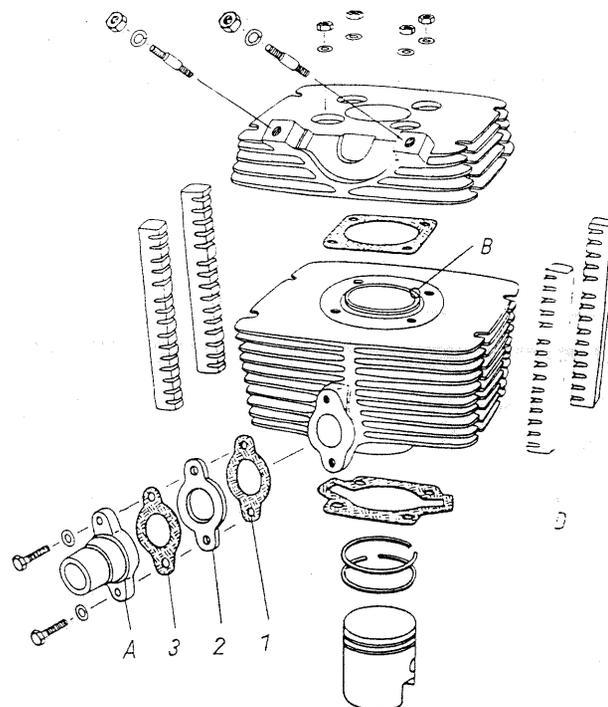

Fig. 189. Sous-ensemble de cylindre
Sur la chemise de cylindre, un collet (B à la fig. 189) ayant la hauteur de $2_{-0,2} \text{ mm}$ fut dégrossi en haut. Celui-ci assure le centrage de la rondelle compensatrice et empêche que la température de combustion vient en contact direct avec les rondelles compensatrices en aluminium. Après avoir mesuré la cote interstitielle, la neuve rondelle compensatrice déterminée est posée au-dessus du collet de cylindre (B) sur le cylindre.
Finalement, enfoncer les quatre peignes d'amortissement (D) dans le cylindre et le couvercle de cylindre (voir fig. 189).
Pour terminer, il faut monter la tubulure d'admission (A). Il faut observer l'ordre (voir fig. 189) qui est joint d'étanchéité (1), flasque isolant (2), joint d'étanchéité (3 - identique avec 1) et tubulure d'admission (A). Serrer les deux vis $M 6 \times 25$ en alternance au couple maximum de 10_{-3} Nm ($1_{-0,3} \text{ kpm}$) pour que le flasque isolant ne soit pas détruit.